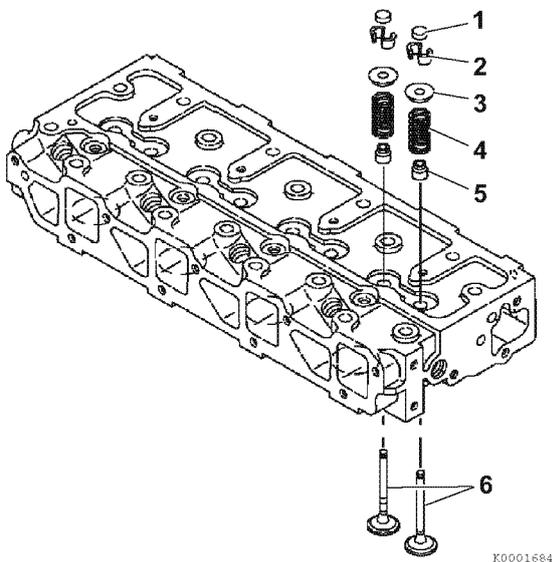

Figure 6-15
2. Retirez le capuchon de la soupape (1, **Figure 6-15**) et conservez-le avec la soupape sur laquelle il a été installé.
4. Retirez les crochets de la soupape (2, **Figure 6-15**).
6. Retirez le dispositif de retenue du ressort (3, **Figure 6-15**) et le ressort de soupape (4, **Figure 6-15**).
8. Tournez la culasse de sorte que l'orifice d'échappement soit orienté vers le bas. Retirez les soupapes d'admission et les soupapes d'échappement (6, **Figure 6-15**) de la culasse.
9. Retirez les joints de la tige de soupape (5, **Figure 6-15**).